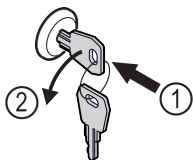

Fig. 208
- Insérer la clé. Fig. 208 (1)
- Tourner la clé à 90° dans le sens antihoraire. Fig. 208 (2)